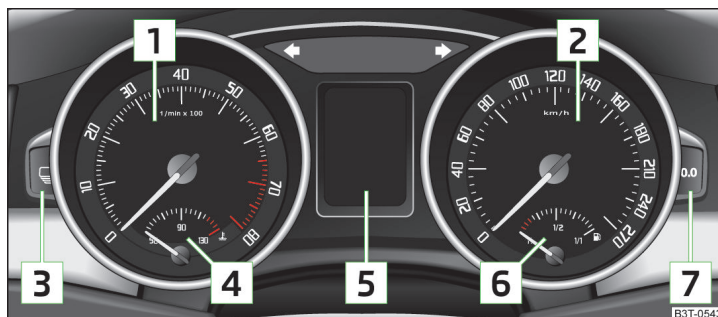

Abb. 21 Kombi-Instrument
Der rote Skalabereich des Drehzahlmessers  » Abb. 21 auf Seite 30 kennzeichnet den Bereich, in dem das System beginnt, die Motordrehzahl zu begrenzen. Das System begrenzt die Motordrehzahl automatisch auf einen sicheren Grenzwert.
➤ Die Taste **[7]** » Abb. 21 auf Seite 30 länger drücken.
Die Uhrzeit wird mit den Tasten **[3]** und **[7]** eingestellt » Abb. 21 auf Seite 30.
- Die Taste **3** » Abb. 21 auf Seite 30 wiederholt drücken, bis die Anzeige des Gesamtkilometerzählers blinkt » Seite 32.